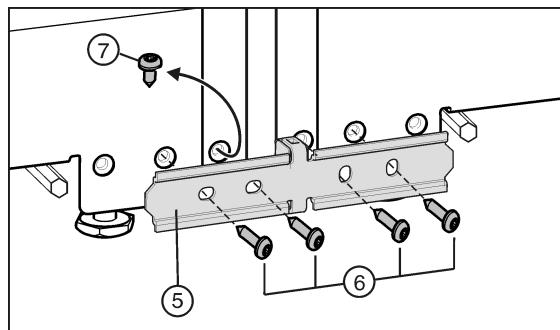

Fig. 23
- Si votre appareil a été équipé de la vis Fig. 23 (7) prémontée : dévisser la vis.
- Fixer la plaque de jonction Fig. 23 (5) provisoirement au moyen de deux vis Fig. 23 (6) à un appareil.